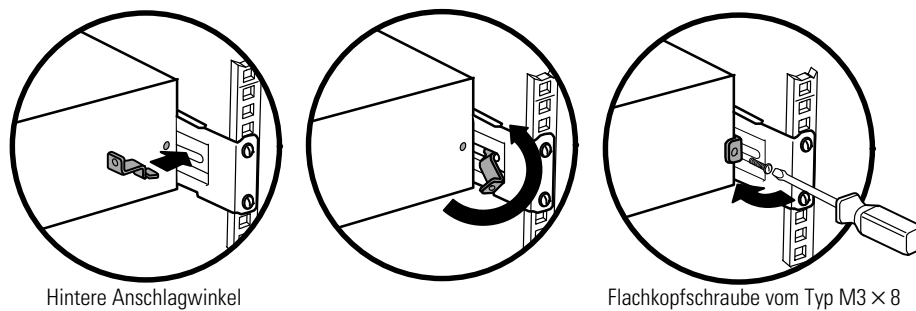

Abbildung 8. Befestigen der hinteren Seite des Gehäuses (optional)
- 13. Optional.** Bringen Sie jeweils einen hinteren Anschlagwinkel durch die Innenseite der Schiene hinter der USV an. Drehen und verschieben Sie die Winkel bis sie fest an der Rückseite der USV anliegen. Sichern Sie jeden Winkel an der USV mit einer M3 × 8 Flachkopfschraube. Siehe Abbildung 8.